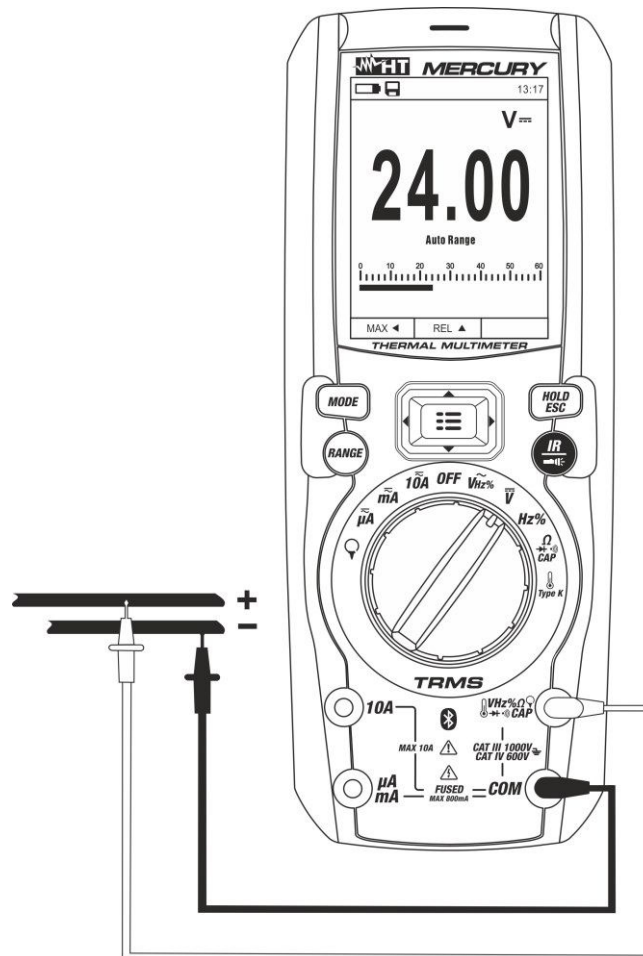

Abb. 21: Verwendung des Geräts zur Messung von DC, AC+DC Spannung
3. Verbinden Sie die rote Messleitung und die schwarze Messleitung mit dem jeweils positiven und negativen Potenzial des zu messenden Kreises (siehe Abb. 21). Der Spannungswert erscheint auf dem Display.
5. Das Symbol "-" auf dem Display des Geräts gibt an, dass die Spannung die umgekehrte Richtung mit Bezug auf den Anschluss in Abb. 21 hat.